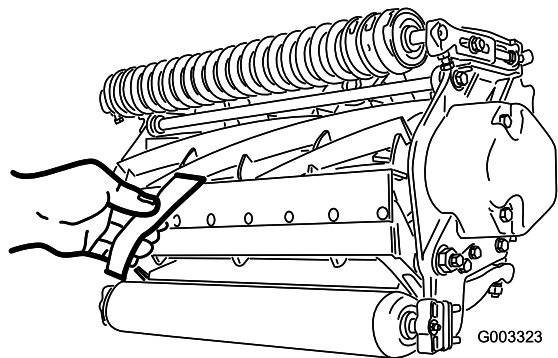

Figure 13
10. Contrôlez la performance de coupe en insérant une longue bande de papier de performance de coupe (réf. Toro 125-5610) entre le cylindre et la contre-lame, perpendiculairement à la contre-lame (Figure 13). Faites tourner lentement le cylindre en avant ; il devrait couper le papier.